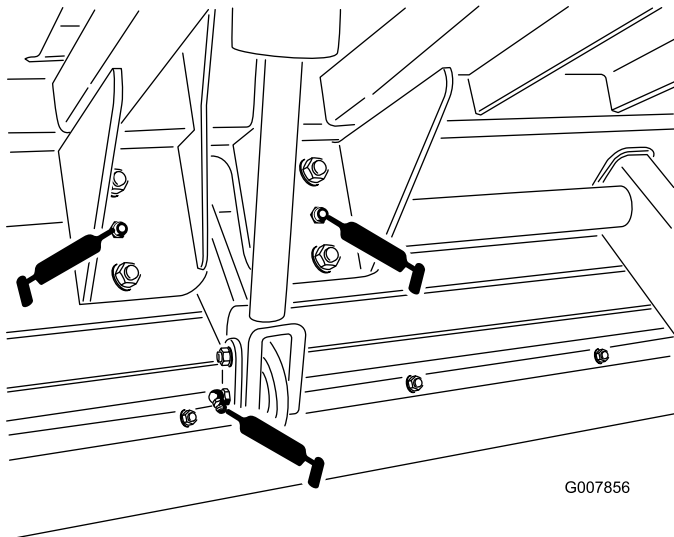
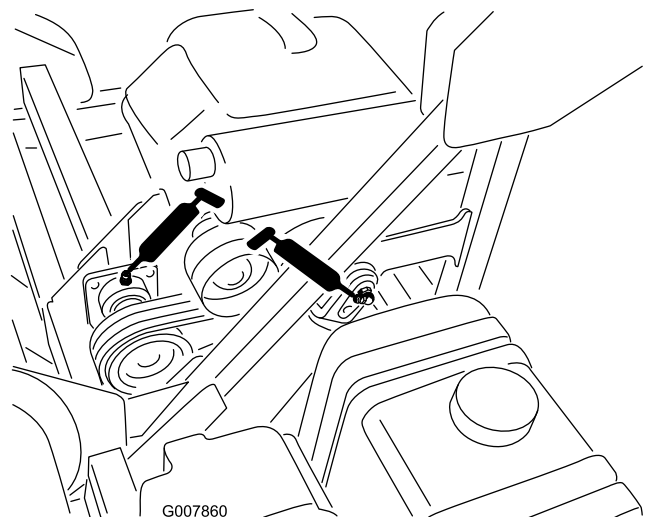

Bild 38
Bild 41
- Bild 38 Hubzylinder (2), siehe Bild 41
- Hubachse (2), siehe Bild 38
- Zwischenwelle (2), siehe Bild 41